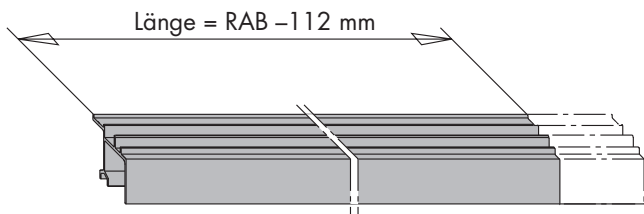

Bild 5
- C** Einbau der Führungsschiene HH0130-01/-02 (29).
- Führungsschiene HH0130-01/-02 (29) ablängen (Bild 5).
- Führungsschiene HH0130-01/-02 (29) am Rahmen anschrauben (siehe Seite 11).